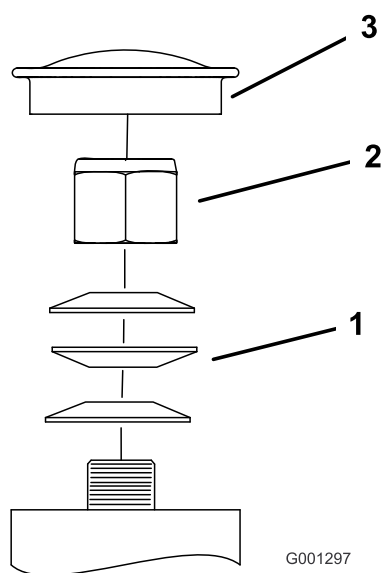

Figura 65
3. Retire el tapón anti-polvo de la rueda giratoria y apriete la contratuerca (Figura 65).
4. Apriete la contratuerca hasta que las arandelas de muelle estén planas, luego afloje 1/4 de vuelta para establecer la pre-carga correcta de los cojinetes (.)Figura 65
5. Coloque el tapón anti-polvo (Figura 65).
Importante: Asegúrese de que las arandelas de muelle están correctamente instaladas, según se muestra en Figura 65.